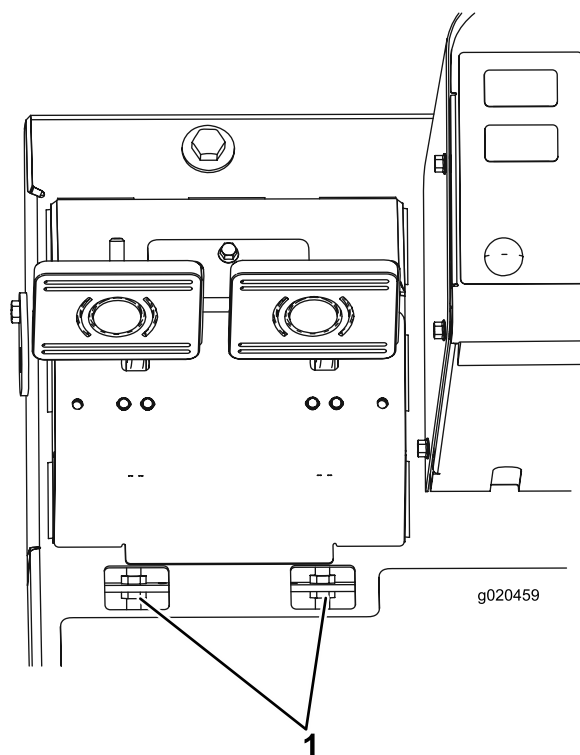

Figura 63
- B. Desaperte a porca dianteira na extremidade roscada do cabo do travão (Figura 63).